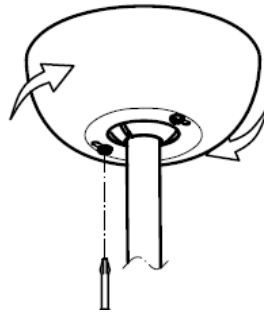

Fig. 6
- Draai de 2 schroeven aan de onderkant van de montagebeugel los. Fig. 6